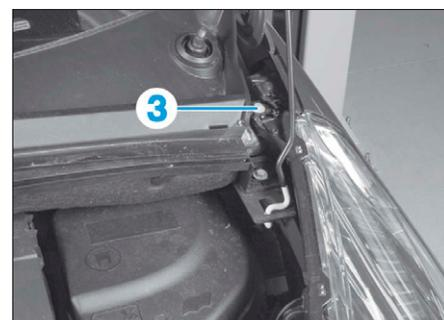

FIG. 61
- les vis (3) (de chaque côté) (Fig.61),